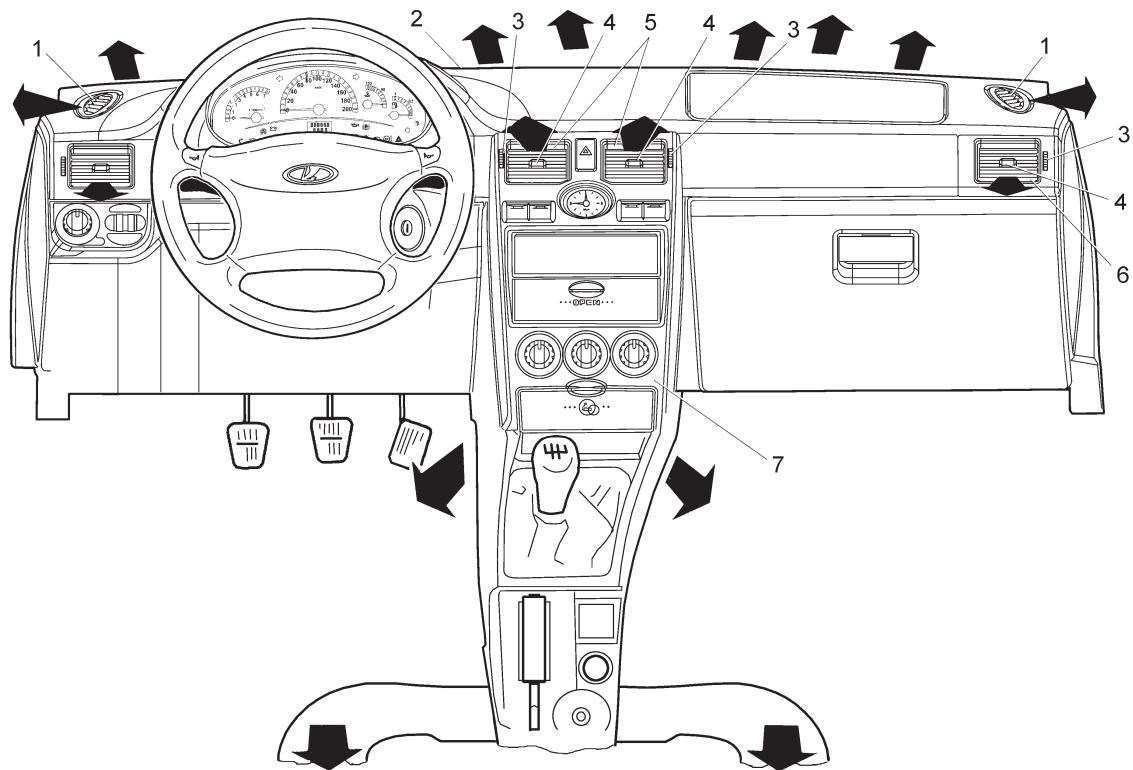

Рис. 40. Органы управления системой вентиляции и отопления салона
- 1 – сопла обдува боковых стекол (рис. 40);
7 – поворотные переключатели системы вентиляции и отопления салона (см. рис. 40).
При установке  открыть центральные 5 и боковые 6 сопла вентиляции (рис. 40).
Направление потока воздуха регулируется ручками 4 (рис. 40), а регуляторами 3 управления заслонками сопел поток воздуха открывается или перекрывается полностью.